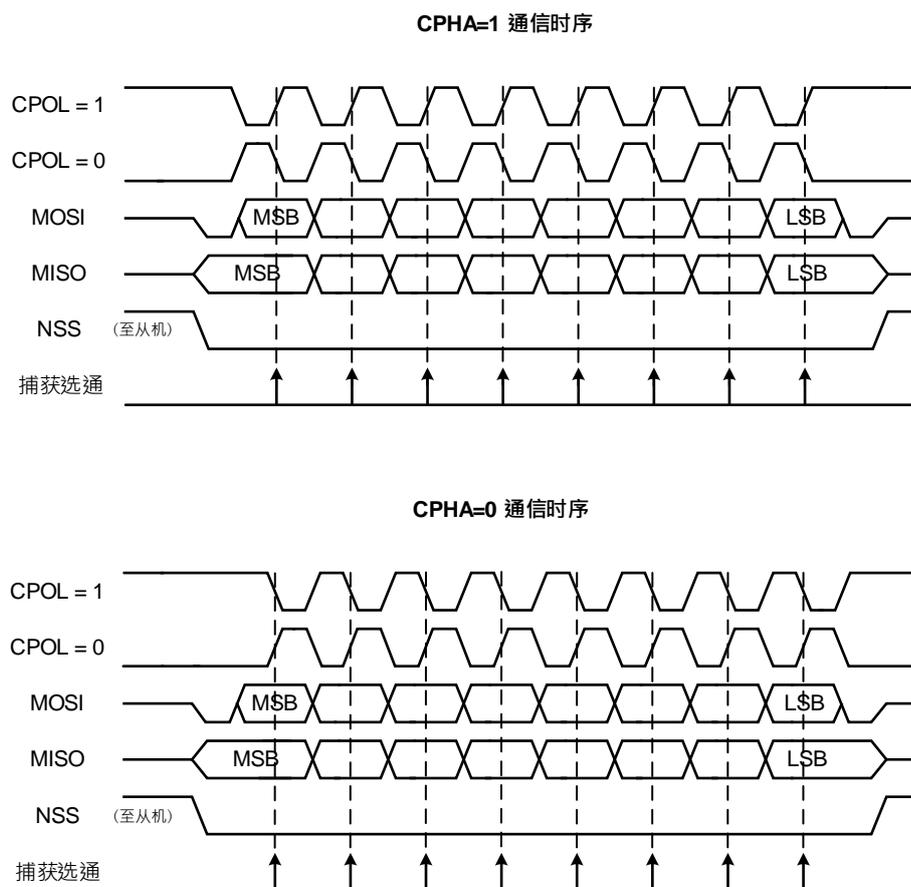

图 27-2 SPI 格式
2. 配置 **SPI\_CON1.CPOL** 和 **SPI\_CON1.CPHA** 位，以定义数据传输和串行时钟之间的关系(四种关系中的一种)(参见 图 27-2)。